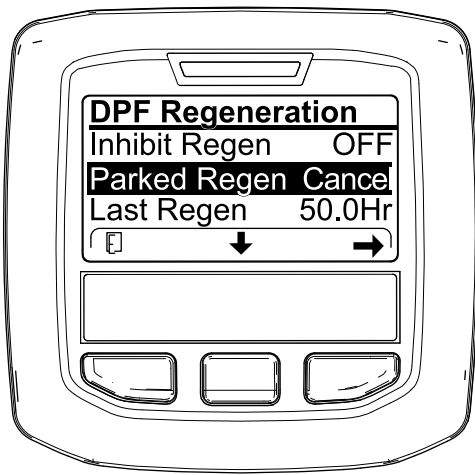
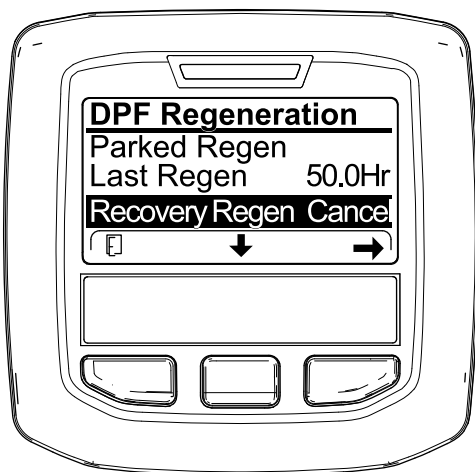

Figura 70
Figura 71
- Acceda al menú DPF Regeneration (Regeneración de DPF) (Figura 70).
2. Pulse el botón central para desplazarse hacia abajo, hasta la opción PARKED REGEN CANCEL (Cancelación de regeneración con máquina aparcada) (Figura 70) o la opción RECOVERY REGEN CANCEL (Cancelación de regeneración de recuperación) (Figura 71).
3. Pulse el botón derecho para seleccionar la opción Regen Cancel (Cancelación de regeneración) (Figura 70 o Figura 71).